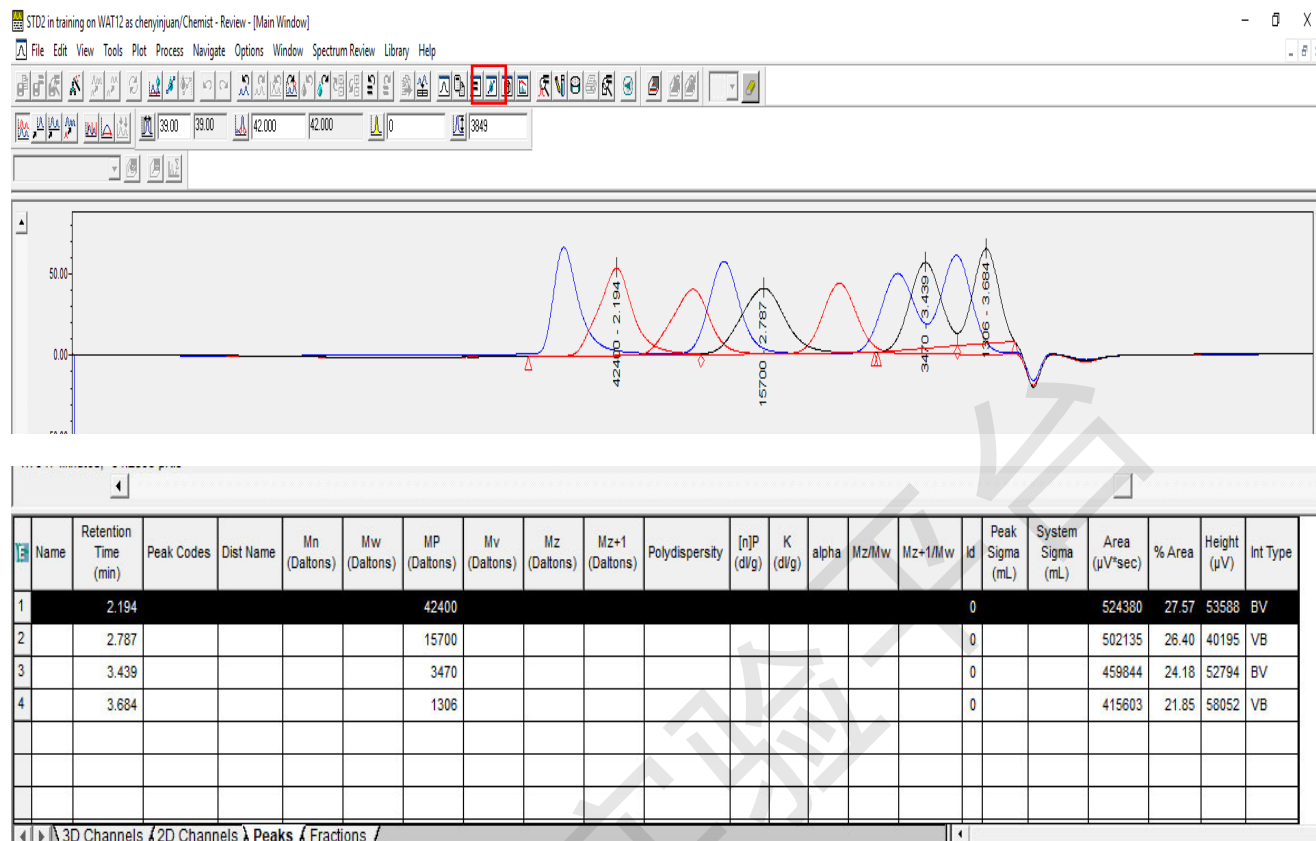
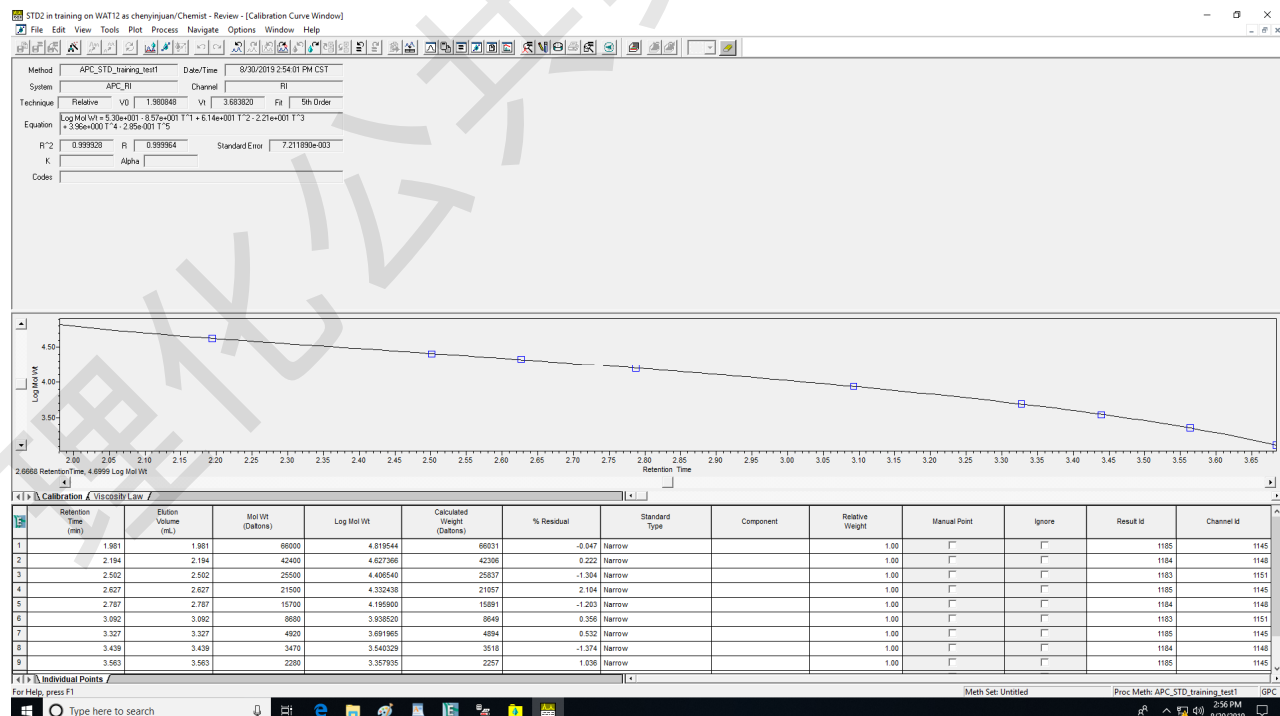

图7-43
图7-44
Step 4: 数据查看页面，Results列。选择标样行，右键-Review，显示结果如图7-43，下方显示标样色谱图相关信息。点击Calibration Curve，显示标曲方程及结果相关信息（图7-44）。